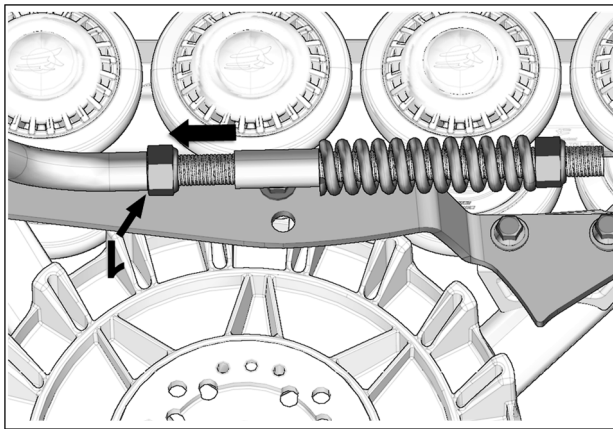

Fig. 30
**ATTENTION:** L'ajustement de l'angle d'attaque des systèmes arrière pour ce véhicule est différent de l'ajustement standard indiqué dans le **MANUEL DE L'UTILISATEUR** ou le document **REGLAGES**. La distance entre le guide de bras et l'érou M20 (1) doit être ajusté au maximum tout en évitant l'interférence avec les marche-pieds. Voir la Fig. 30